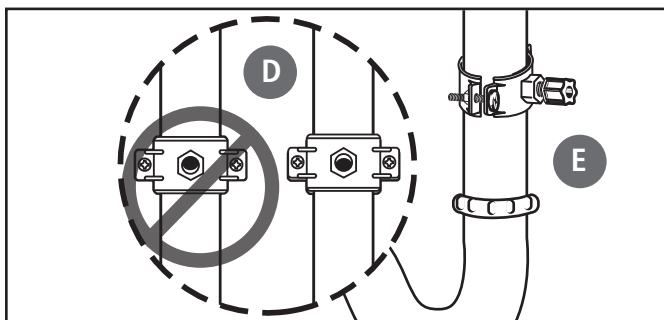

Figura 9
- Asegúrese de que la junta de goma negra esté adherida al interior de la abrazadera de desagüe y coloque la abrazadera de desagüe sobre el orificio perforado. Mire a través del orificio y posicione la abrazadera para que el centro del orificio de la abrazadera sea apenas más alto (alrededor de 1/16") que el centro del orificio perforado. (Consulte la figura 9) Ajuste la abrazadera firmemente.